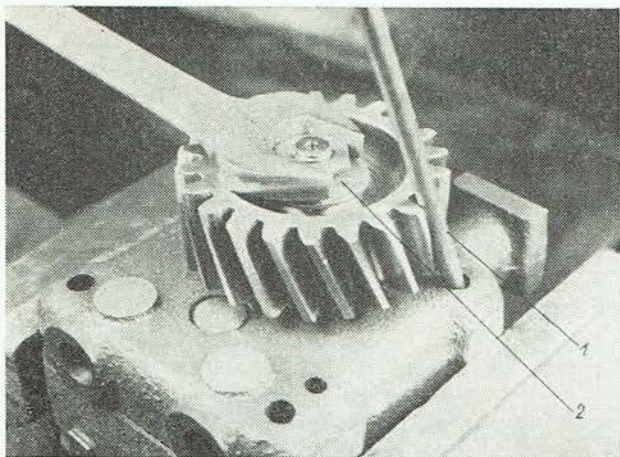

Abb. 15
2. Die Mutter ist zu entsichern und das Zahnrad (Abb. 15) ist durch Einschließung eines Stiftes (Abb. 15/1) in die vorgebohrten Öffnungen der Pumpe zu sichern.
3. Die Mutter M 10 (Abb. 15/2) ist abzuschrauben, die Sicherungsunterlage abzunehmen und das Rad von der Welle abzuziehen.